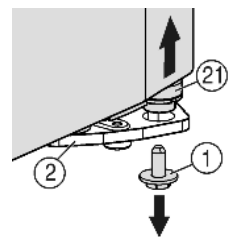
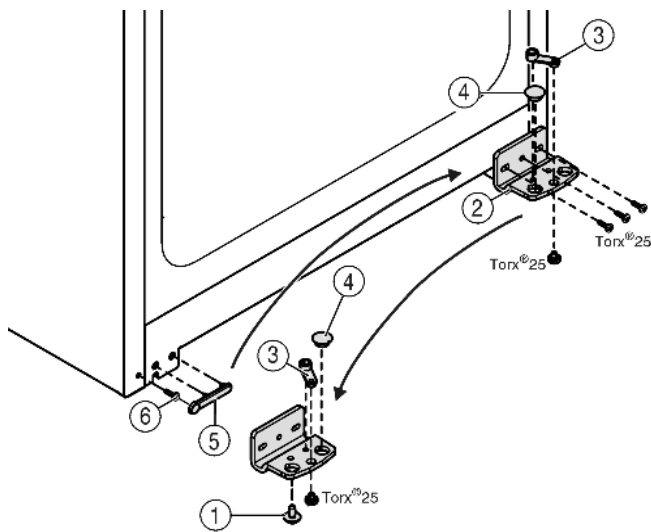

Fig. 5
Fig. 6
- ▶ Dévisser la vis de blocage du support d'appui Fig. 5 (1) en bas à droite.
- ▶ Le pivot d'appui Fig. 5 (21) se desserre du support d'appui Fig. 6 (2).
- ▶ Si le pivot d'appui Fig. 5 (21) ne se desserre pas, chasser le support par le bas.
- ▶ Dévisser le support d'appui Fig. 6 (2).
- ▶ Dévisser l'élément pivotant Fig. 6 (3) et le permuter dans le trou opposé du support d'appui, revisser à fond.
- ▶ Retirer le bouchon Fig. 6 (4) du support d'appui et le placer dans le trou du côté opposé au support d'appui.
- ▶ Retirer le cache Fig. 6 (5) côté poignée avec précaution.
- ▶ Retirer la vis Fig. 6 (6) et la revisser sur le côté opposé.
- ▶ Remettre en place le cache Fig. 6 (5).
- ▶ Revisser le support d'appui Fig. 6 (2) sur le nouveau côté charnière, en utilisant une visseuse sans fil si nécessaire, avec un couple de serrage de 4 Nm.
- ▶ Visser la vis d'arrêt Fig. 5 (1) en bas dans le pivot d'arrêt et la serrer à fond (avec 4 Nm).